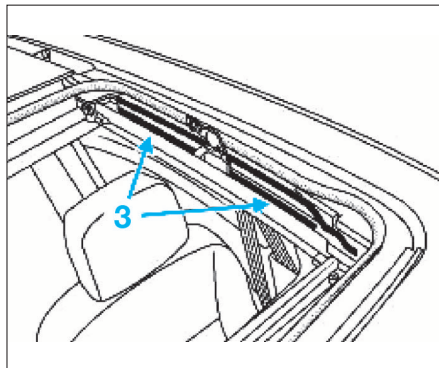

FIG. 104
Lors de la repose, lubrifier légèrement et uniquement les zones internes (3) (Fig.104).